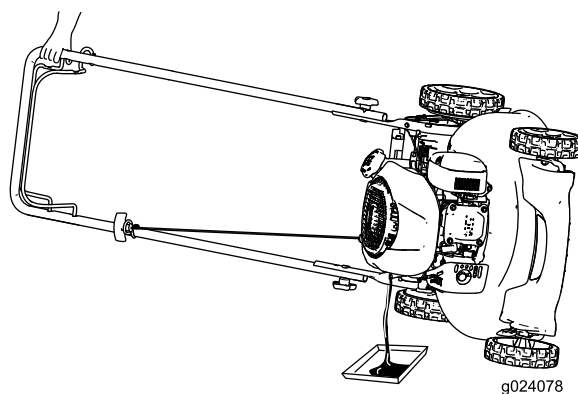

Figura 23
2. Coloque la máquina de lado con la varilla de aceite hacia abajo para drenar el aceite usado a través del tubo de llenado de aceite (Figura 23).